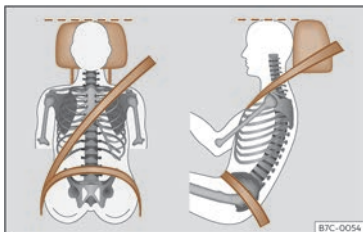

Fig. 18 Sangle bien ajustée et appuie-tête correctement réglé.
- Réglez l'appuie-tête de manière à ce que son bord supérieur soit, dans la mesure du possible, à la même hauteur que la partie supérieure de votre tête, et au moins à la hauteur de vos yeux¹⁾. Gardez la nuque le plus près possible de l'appuie-tête >>> **fig. 18**.
- Réglez le siège dans la longueur de manière à pouvoir actionner à fond les pédales avec les genoux légèrement fléchis et de manière à laisser une distance d'au moins 10 cm (4 pouces) entre les genoux et le tableau de bord >>> **fig. 18**.